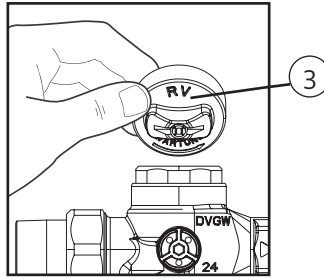

Abb. 7
Zum Austausch des RV drehen Sie den Griff (1) wieder im Uhrzeigersinn bis zum Anschlag und entfernen die Kappe (3) auf der gegenüberliegenden Seite (Abb. 7). Die **Kappe** ist **gleichzeitig** das **Werkzeug** für den Ausbau des RV. Drücken Sie die Kappe mit der Oberseite nach unten auf die Achse des RV und schrauben Sie den RV-Einsatz gegen den Uhrzeigersinn aus dem Gehäuse heraus.